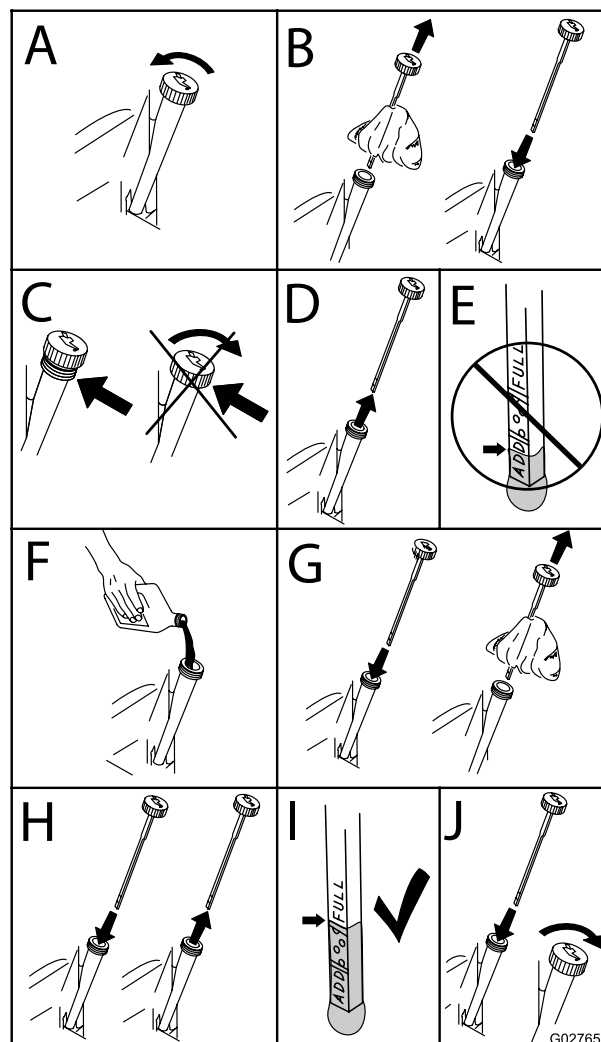

Figura 44
2. Pare el motor, retire la llave y espere a que se detengan todas las piezas en movimiento antes de abandonar el puesto del operador (Figura 44).